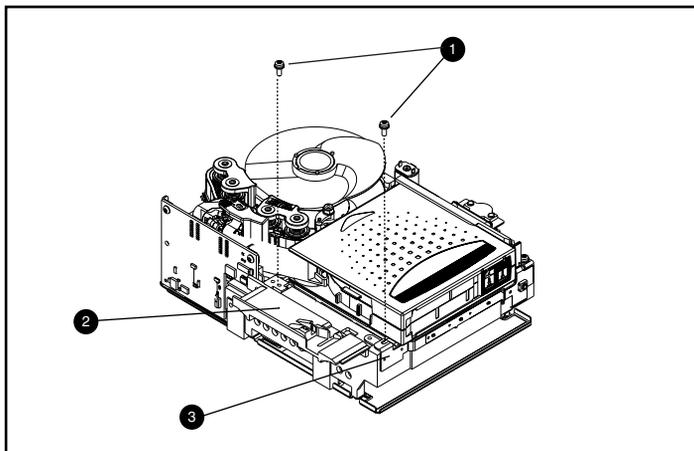

Figure D-4. Retrait du guide gauche
1. Otez les deux vis Torx T8 ❶ (voir Figure D-4).
2. Tirez le panneau métallique ❷ vers l'avant de l'unité afin de pouvoir soulever le guide gauche ❸.
3. Le guide gauche est doté d'un circuit souple qui passe sous la platine. Disposez à plat le guide gauche ❸ (comme le montre la Figure D-4), en laissant la cartouche dans l'unité.